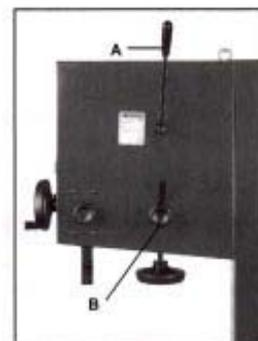

Fig. 8
5. Desserrez le levier de tension (A. Fig.8) à l'arrière de la scie.
8. Tendez le ruban en tournant le levier de tension (A. Fig. 8). Faites tourner le volant à la main. Si le ruban glisse du volant supérieur, il faut l'ajuster en tournant la vis de réglage (B. Fig. 8) jusqu'à ce que le ruban soit bien centré.
Exemple: A l'emploi d'un ruban de 15mm de largeur, l'aiguille indique le numéro 15. Assurez-vous à ce que le levier (A, Fig.8) soit dans la position de tension.